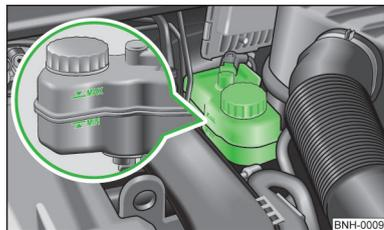

Fig. 138
- Si el nivel de líquido desciende por debajo de la marca MIN » fig. 138 de la página 176,  no seguir conduciendo. ¡Existe peligro de accidente! Recurrir a la asistencia profesional de un taller especializado.
- Comprobar el nivel de líquido de frenos en el depósito » fig. 138.